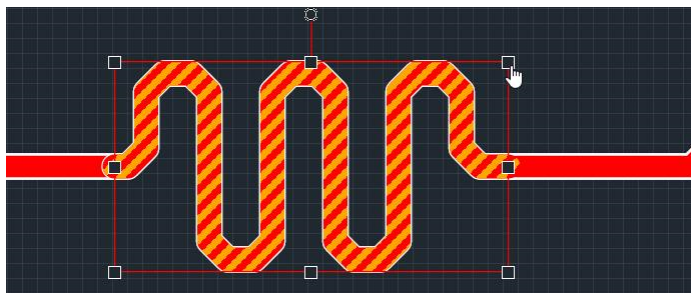

Рис. 274 Точки редактирования области размещения меандра
2. Наведите курсор на одну из шести точек редактирования, ограничивающих область размещения меандра, при этом вид курсора должен измениться, см. Рис. 274.